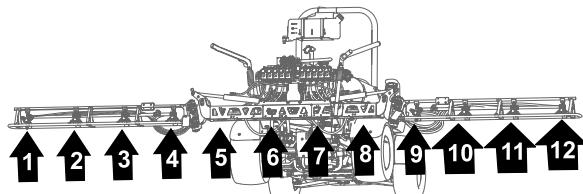
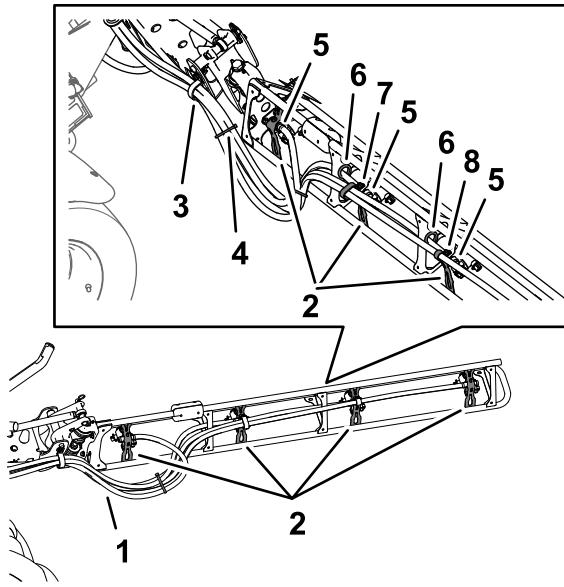

Рисунок 127
Рисунок 128
- Проложите шланги распылительных сопел 1, 2, 3 и 4 через R-образный зажим в левом наружном конце средней секции опрыскивателя (Рисунок 127 и Рисунок 128).
- Проложите шланги подачи распылительных сопел 7, 8, 9 и 10 через R-образный зажим в правом наружном конце средней секции опрыскивателя (Рисунок 127 и Рисунок 128).
- Проложите шланги подачи длиной 279 см и хвостовики шланговых штуцеров типа «елочка» (3/4 дюйма) вдоль секции опрыскивателя к распылительным соплам 1 и 10, как показано на Рисунок 127 и Рисунок 128.
- Проложите шланги подачи длиной 234 см и хвостовики шланговых штуцеров типа «елочка» (3/4 дюйма) вдоль секции опрыскивателя к распылительным соплам 2 и 9, как показано на Рисунок 127 и Рисунок 128.
- Проложите шланги подачи длиной 188 см и хвостовики шланговых штуцеров типа «елочка» (3/4 дюйма) вдоль секции опрыскивателя к распылительным соплам 3 и 8, как показано на Рисунок 127 и Рисунок 128.
опрыскивателя к распылительным соплам 4 и 7, как показано на Рисунок 127 и Рисунок 128.
- Соедините 4 шланга распылительных сопел в пучок с помощью кабельной стяжки, как показано на Рисунок 128.